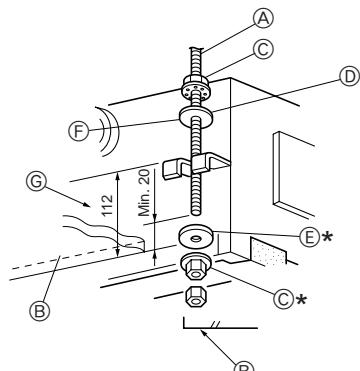

Fig. 2-7
- Unterlegscheiben ① ② (mitgeliefert) und die dazugehörigen Muttern (vor Ort zu beschaffen) zunächst auf die Aufhängungsschraubbolzen aufschrauben. (Fig. 2-7)
- \* Dies muß in nachstehender Reihenfolge geschehen (von oben): Mutter, Unterlegscheibe mit Isolierung ②, Unterlegscheibe ohne Isolierung ①, 2 Muttern.
- \* Unterlegscheibe mit Isolierung ② mit der isolierten Fläche nach unten zeigend, wie in der Abbildung dargestellt, in Stellung bringen.
- Die Anlage in die vorgesehene Stellung anheben und ordnungsgemäß mit den Aufhängungsschraubbolzen ausrichten. Die Klammer zwischen Unterlegscheiben ① ②, die bereits angebracht wurden, einsetzen und befestigen. Dies an allen vier Stellen vornehmen.